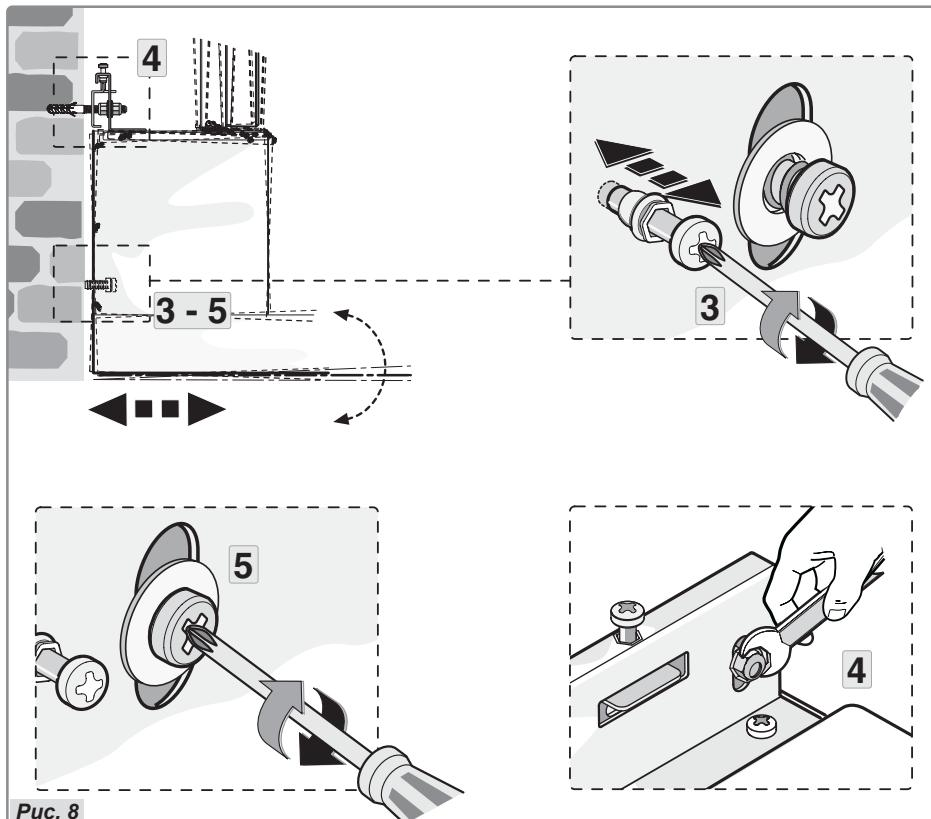

Рис. 8
-Выровняйте кухонную вытяжку по вертикали с помощью двух установочных винтов, располагающихся в кожухе двигателя (рис. 8, шаг 3).
-По завершении выравнивания вытяжки необходимо до конца закрутить винты, как показано на рис. 8 (шаг 4), повторив то же действие для предохранительных винтов (рис. 8, шаг 5).